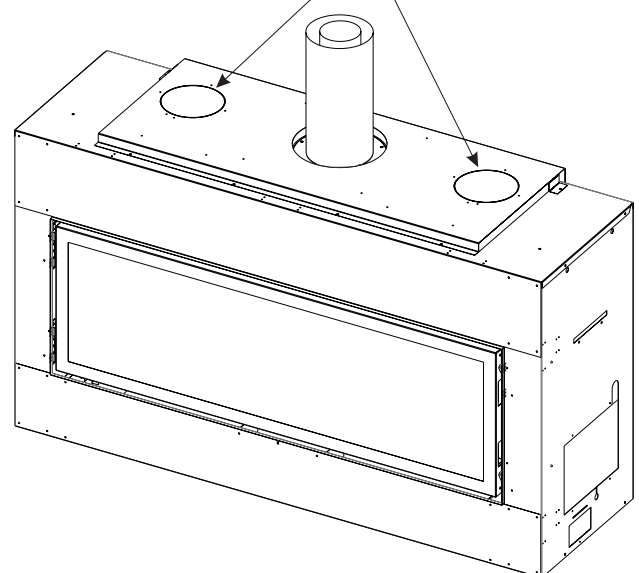

Figure 9
- Retirer les 2 rondelles éjectables qui sont situées sur le sommet du foyer de chaque côté du système d'évacuation. Utiliser à cet effet un tournevis standard et/ou des cisailles à métaux. **Voir Figure 9.** Les deux ouvertures d'évacuation doivent être utilisées avec le système de transfert de chaleur HMGW.